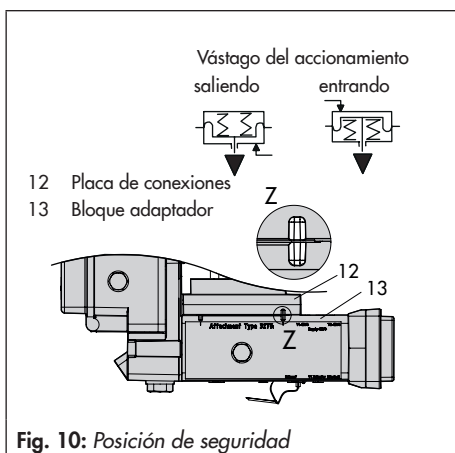

Fig. 10: Posición de seguridad
alineación de la ranura del bloque adaptador (13) con la ranura de la placa de conexiones (12) (fig. 10).
- Montar el bloque adaptador (13) con la placa de conexiones (12) con los tornillos (13.1) en el accionamiento.